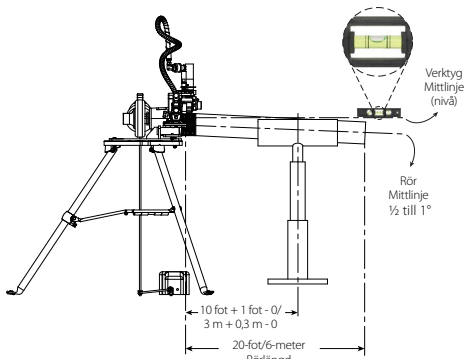

BILD 1: RÖRSTÖD
1. Kontrollera att verktyget är avvägt. Se avsnittet "Verktvgsuppställning" för avvagningskrav. Justera rörstativets höjd för att skapa en lutning på $\frac{1}{2}$ till 1° på röret från verktyget (se bild 1). Detta främjar spårningen och minskar uppflåsning av rörets ände.
5. Placera rörstativet på ett avstånd något längre än halva rörslängden från verktyget. Se bild 1.